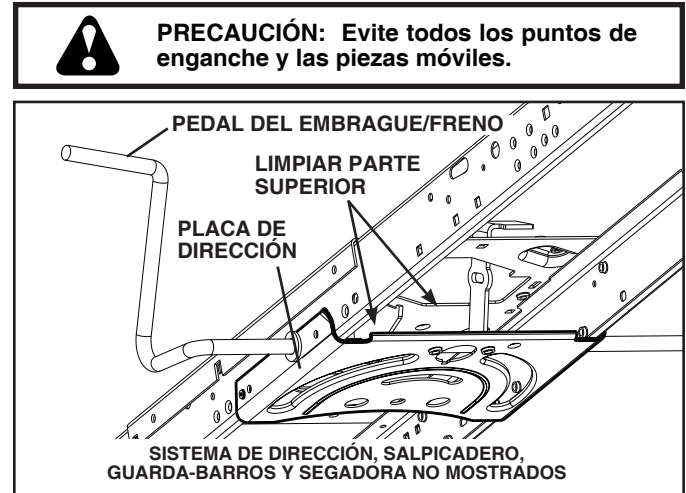

Fig. 23
- Limpie los desechos de la placa guía. Los desechos pueden limitar el movimiento del eje del pedal del freno/embrague, lo que hará que patine la correa y que se pierda la tracción. Vea Fig. 23.